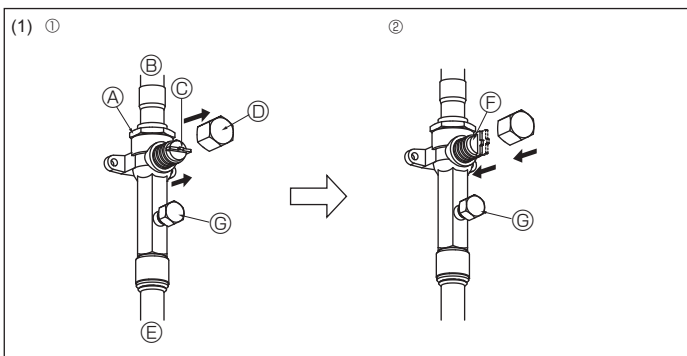
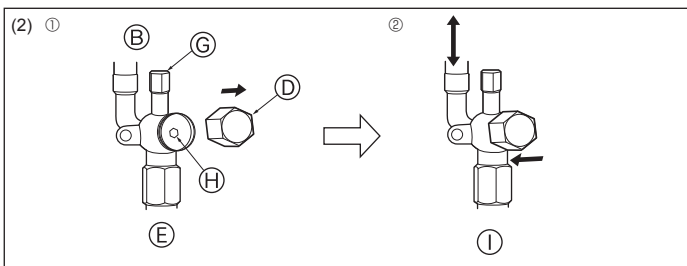

Fig. 4-12
Fig. 4-13
(1) Сторона с газом (Fig. 4-12)
① Снимите колпачок, потяните ручку на себя и поверните на 1/4 оборота против часовой стрелки для открытия.
② Убедитесь в том, что запорный кран полностью открыт, надавите на ручку и поверните колпачок в первоначальное положение.
(2) Сторона с жидкостью (Fig. 4-13)
① Снимите колпачок и поверните шток клапана против часовой стрелки до упора с помощью шестигранного гаечного ключа на 4 мм. Прекратите поворачивать шток в момент, когда тот достигнет стопора.